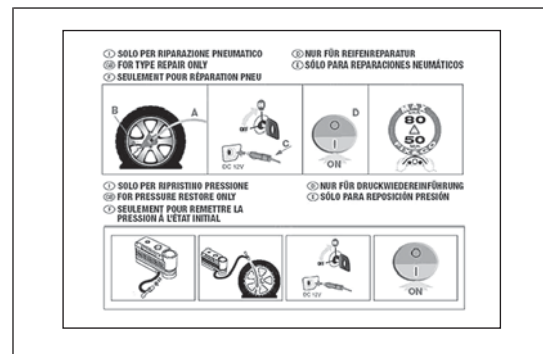

fig. 119
- ❑ dépliant informatif (voir fig. 119), destiné à utiliser correctement le kit de réparation rapide et remis ensuite au personnel qui devra manier le pneu traité ;